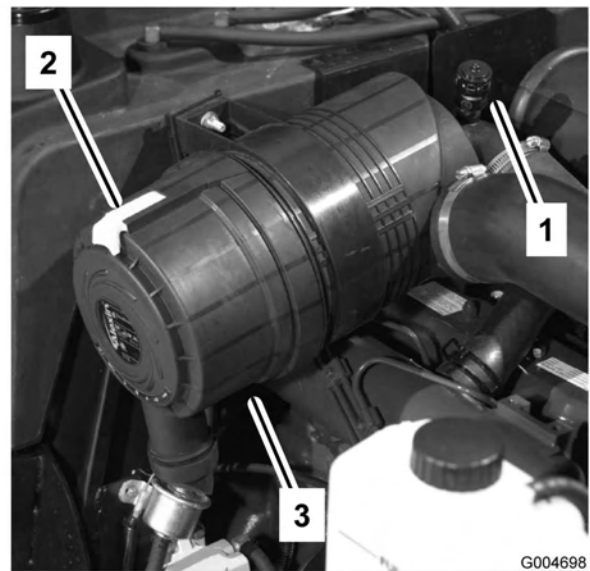

Bild 45
Warten Sie die Luftfilter, wenn die Luftfilteranzeige rot anzeigt (Bild 45) oder nach jeweils 400 Betriebsstufen (häufiger in sehr staubigen oder schmutzigen Bedingungen). Warten Sie den Luftfilter nicht zu häufig.
1. Ziehen Sie den Riegel nach außen und drehen Sie die Luftfilterabdeckung nach links. Nehmen Sie die Abdeckung vom Körper ab (Bild 45). Reinigen Sie die Innenseite der Luftfilterabdeckung.